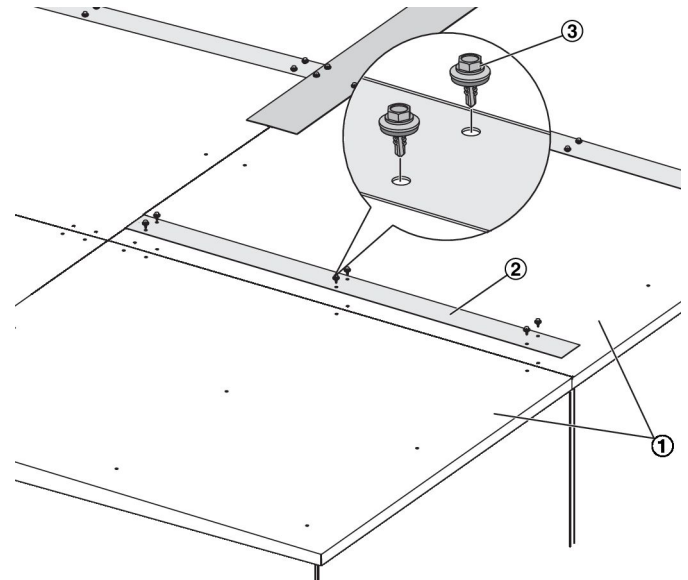

Abb. 18: Verbindung von Dachsegmenten
- ① Dachsegmente
- ② Abdeckschienen
- ③ Bohrschrauben mit Dichtscheiben
- ④
- 1 ▶ Alle Fugen zwischen den Dachsegmenten (Abb. 18 /1) mit Abdeckschienen (Abb. 18 /3) verbinden, Abdeckschienen mit Bohrschrauben (Abb. 18 /4) befestigen.